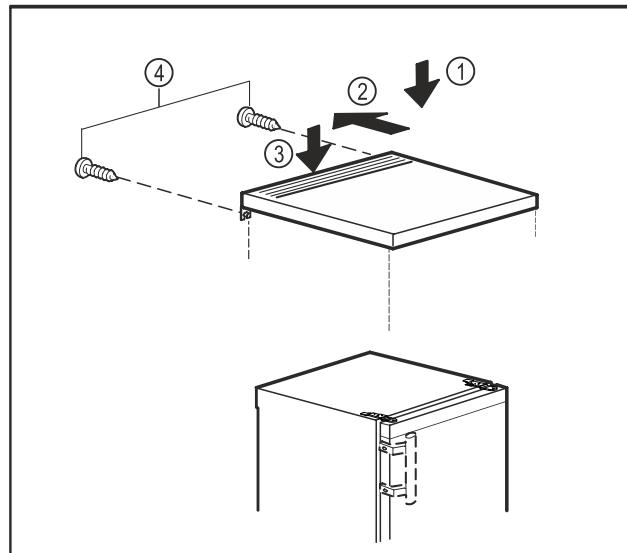

Fig. 11
- Položite mizno ploščo na napravo. Fig. 11 (1)
- Mizno ploščo potisnite nazaj. Fig. 11 (2)
- Mizno ploščo potisnite zadaj navzdol. Fig. 11 (3)
- Trdno privijte vijke na zadnji strani. Fig. 11 (4)